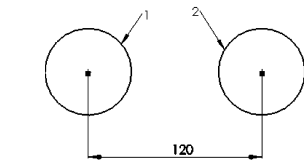

图 2-75 两圆弧之间的线性尺寸
标注直线段长度的方法比较简单,在标注模式下直接用鼠标单击直线段,然后拖动鼠标即可,此处不再赘述。下面以标注图 2-75 所示两圆弧之间的距离为例,说明线性尺寸的标注方法。
(2) 设置标注实体。单击图 2-75 中圆弧 1 上的任意位置,然后单击圆弧 2 上的任意位置,此时视图中出现标注的尺寸。